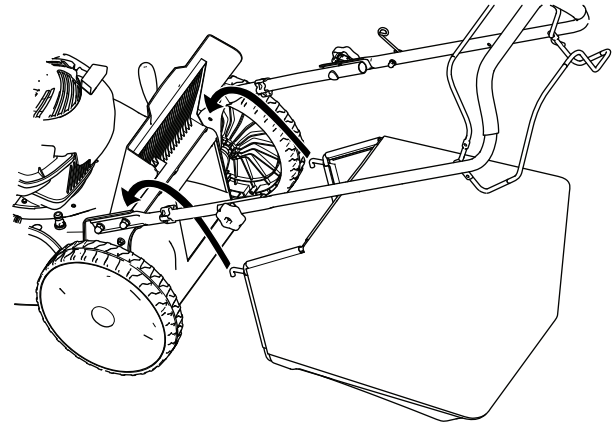

Figura 18
3. Montate il cesto di raccolta, accertandovi che i suoi perni siano inseriti nelle tacche presenti sulla stegola (Figura 18).
1. Sollevare lo sportello posteriore e tenerlo sollevato (Figura 18).